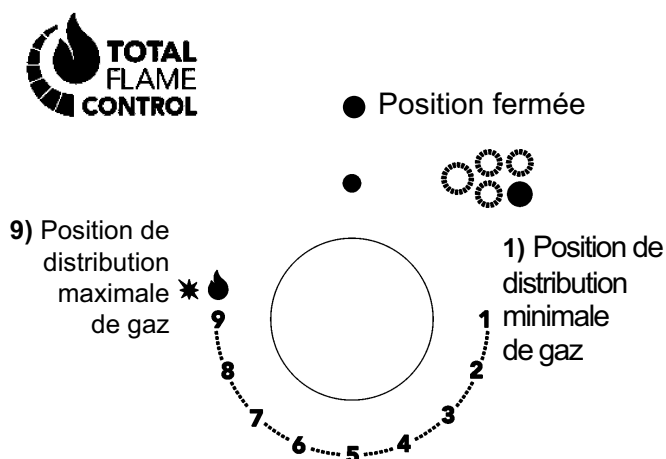

FIG. 1
Enfoncez et tournez en sens inverse horaire le bouton correspondant au brûleur à utiliser, tournez-le sur la position Maximum  (Position 9 fig. 1) puis appuyez à fond sur le bouton, le robinet est équipé d'une échelle de 9 positions, à chaque clic la flamme est réduite jusqu'à ce que vous atteigniez la position de 1, c'est-à-dire l'apport minimum de gaz.
Pour les brûleurs munis d'un thermocouple de sécurité, tournez en sens inverse horaire le bouton correspondant au brûleur à utiliser, tournez-le sur la position Maximum ( Position 9 fig. 1) jusqu'à ce que vous sentiez un arrêt léger puis appuyez sur le bouton. Lorsque le brûleur est allumé, maintenez le bouton enfoncé pendant 10 secondes environ.
- Lorsque le point d'ébullition est atteint, tournez le bouton sur Minimum ( Position 1, fig. 1).
- ***l'allumage des brûleurs avec un thermocouple de sécurité n'est possible que lorsque le bouton se trouve sur la position Maximum (Position 9, fig. 1).***